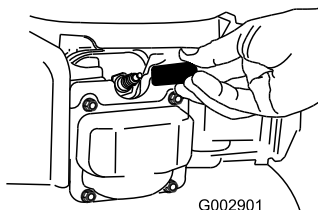

Figura 35
2. Desconecte el cable de la bujía (Figura 35) antes de realizar cualquier procedimiento de mantenimiento.